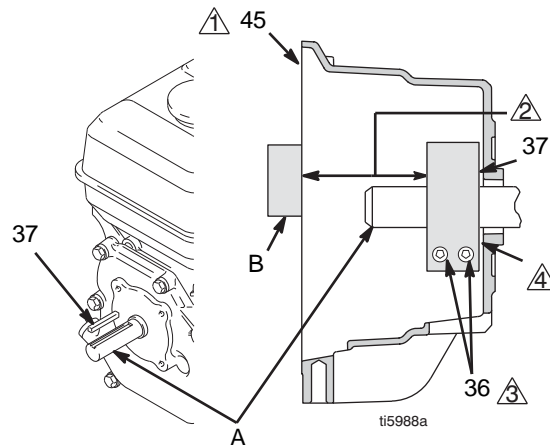

FIG. 10
4. FIG. 10. Lossa två skruvar (36) på klampen (38),
5. Tryck in en skruvmejsel i spåret i klampen (38) och ta bort klampen.
1. FIG. 10. Montera motoraxelkilen (37).
2. Knacka på klampen (38) på motoraxeln (A). Se till att måttet blir som i anm. 2. Fasningen måste vända mot motorn.
3. Kontrollera måttet: lägg en styv och rak stålstång (B) över kanten på kopplingshuset (45). Mät noggrant mellan stången och klampen. Justera klampen efter behov. Dra åt de två skruvarna (36) till moment  $14 \pm 1,1$  N.m.
4. Montera armaturen (39) på motorns drivaxel.
5. Skruva i fyra skruvar (36) och låsbrickor (35) och dra åt till moment 14 N.m.